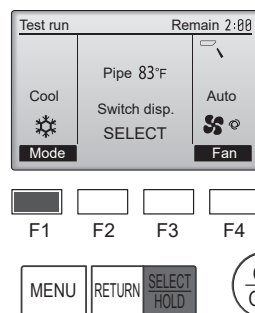

Fig. 6-5
- 1 Pulse el botón [F1] para recorrer los modos de funcionamiento, siguiendo el orden de "Cool" (Frío) y "Heat" (Calor). (Fig. 6-5)